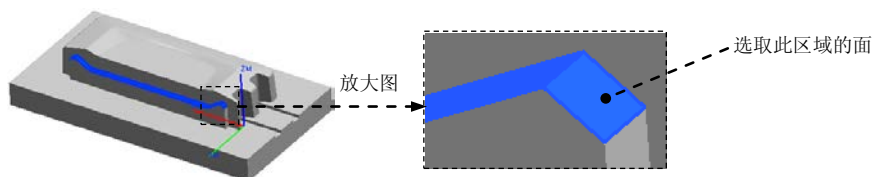

图 10.3.27 指定切削区域
Step1. 指定切削区域。在“VC Surf Area ZZ Lead Lag”对话框中单击按钮，系统弹出“切削区域”对话框，采用系统默认的参数设置，选取图 10.3.27 所示的切削区域，单击**确定**按钮，系统返回到“VC Surf Area ZZ Lead Lag”对话框。
Step2. 设置驱动方式。在“VC Surf Area ZZ Lead Lag”对话框 **驱动方法** 区域中单击  按钮，系统弹出“曲面驱动方法”对话框，然后在该对话框 **驱动几何体** 区域中单击  按钮，然后选取图 10.3.27 所示的面，单击两次 **确定** 按钮，系统返回到“VC Surf Area ZZ Lead Lag”对话框。